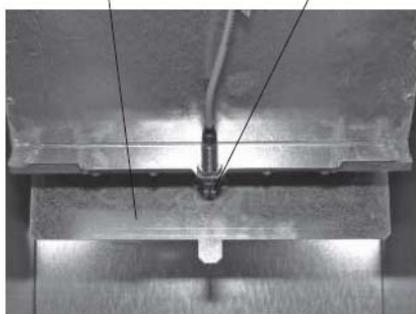

Fig. 143 Deflettore unità di alimentazione pellet
- Rimuovere la polvere presente nell'unità di alimentazione pellet e sul relativo deflettore. Verificare che il movimento del deflettore non sia in alcun modo impedito (Fig. 143). L'intera superficie del deflettore deve aderire all'unità di alimentazione pellet. La spia sull'interruttore di prossimità deve accendersi alla chiusura del deflettore.